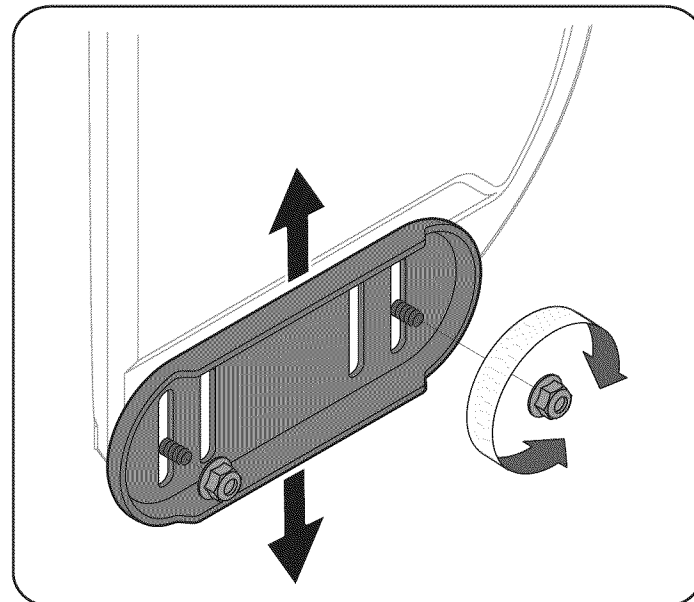

Figura 14
1. Afloje las cuatro tuercas hexagonales (dos en cada lado) y los pernos del carro. Mueva las zapatitas antideslizantes a la posición deseada. Vea la figura 14.